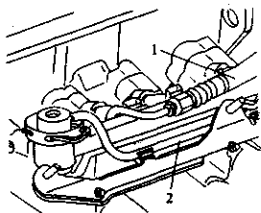

图 2-7 拔下供油管和回油管
13) 拔下燃油分配管上的供油管 1 和回油管 2, 如图 2-7 所示。注意: 燃油系统是有压力的, 在打开系统之前先在开口处放置抹布, 然后小心地松开接头以降低压力。